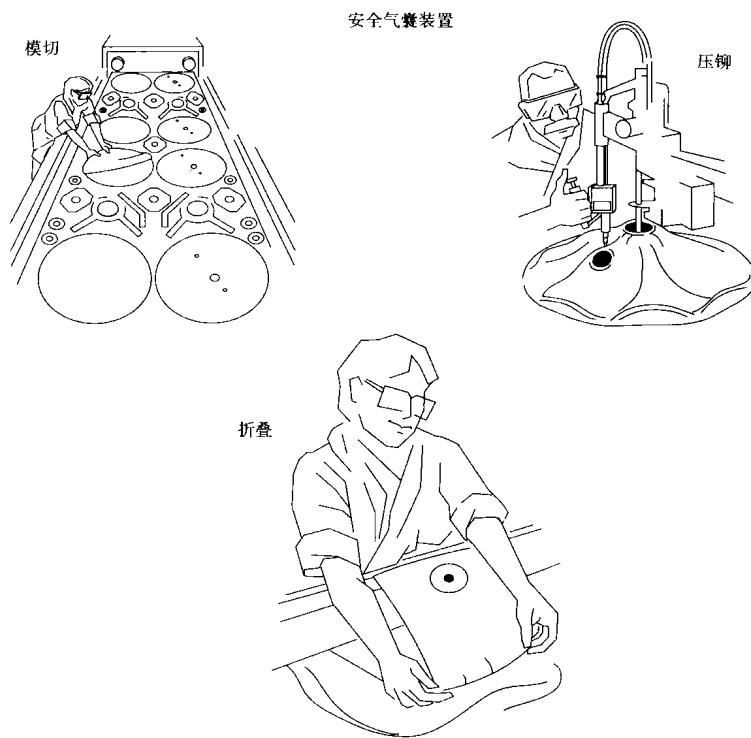

图 3 对尼龙织物进行模切、缝合、压铆最后制成安全气囊袋，然后将其小心折叠成适合装到气囊盒的形状。
5. 从经销商处购买用于制作安全气囊袋的尼龙织物并检查其是否有缺陷，然后根据样板将其裁剪成适合的形状，缝合，最后通过铆接的方式把两面连接起来做成一个完整的安全气囊袋（见图 3）。